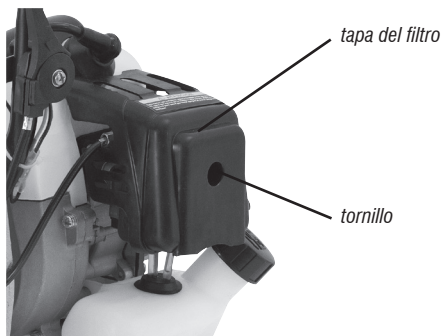

Fig. 13 – Retirando la tapa del filtro de aire
- 3 – Retire la tapa del filtro de aire (fig. 13);